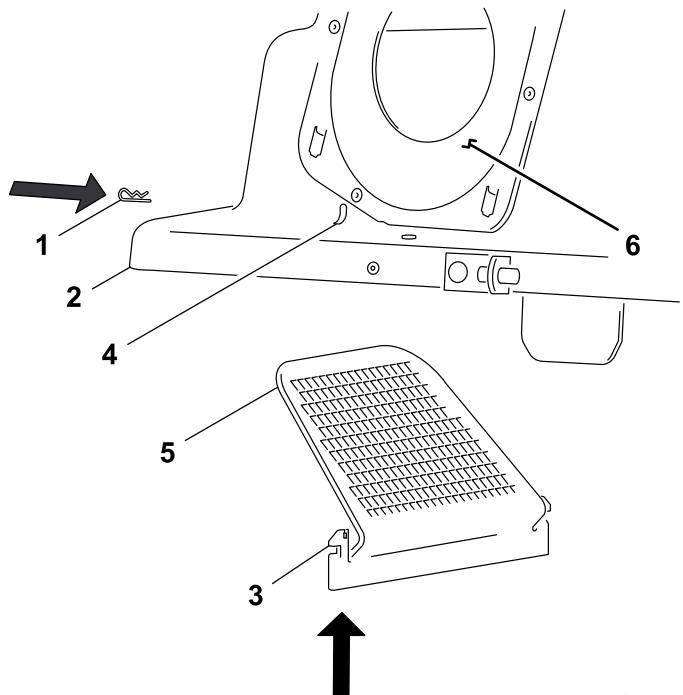

図13
- バッフルのスロットが、バガーフードの前後の壁に向き、取り付けタブがフードバッフルの上にくるように位置を決める図13。
- ダクトシールが自分の左手側に来るよう、図13のようにフードを位置決めする。
- スクリーン部分が上を向き、角部が左になるように位置合わせする図13。
- フードの下から上にバッフルを差し込む図13。
- バッフル取り付けタブを、フードのバッフル取り付けスロットに合わせ、取り付けタブを上向きにスロットに押し込む図13。